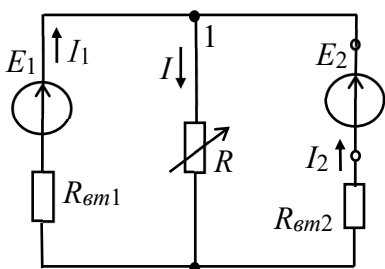

Рис. 0.1
В работе исследуется двухконтурная схема цепи (рис. 0.1) с двумя источниками постоянного напряжения, имитирующая, например, электрическую цепь электропитания автомобиля. В состав такой цепи входит: генератор с ЭДС  $E_1$  и внутренним сопротивлением  $R_{вм1}$ , аккумуляторная батарея с ЭДС  $E_2$  и внутренним сопротивлением  $R_{вм2}$  и эквивалентная нагрузка  $R$ .
В соответствии с вариантом задания нужно установить значения ЭДС  $E_1$  и  $E_2$  источников энергии, их внутренние сопротивления  $R_{\epsilon m1}$  и  $R_{\epsilon m2}$  и сопротивление нагрузки  $R$ . При проведении опытов сопротивление потенциометра (нагрузки)  $R$  необходимо изменять в широких пределах. Условное положительное направление токов в ветвях схемы указано на рис. 0.1.
Для расчета токов ветвей используют следующие методы: метод законов Кирхгофа, метод наложения, метод контурных токов, метод двух узлов. Проведём расчёт токов в ветвях схемы (см. рис. 0.1) методом законов Кирхгофа. Согласно первому закону Кирхгофа (1ЗК) для узла 1:
(см. рис. 0.1), необходимо знать величину и направление токов ветвей и ЭДС источников.
**Задание 1.** Рассчитать токи ветвей схемы (см. рис. 0.1) методом законов Кирхгофа, напряжение  $U_1 = E_1 - R_{\text{вм}1}I_1$  и мощность, потребляемую нагрузкой  $R$ .